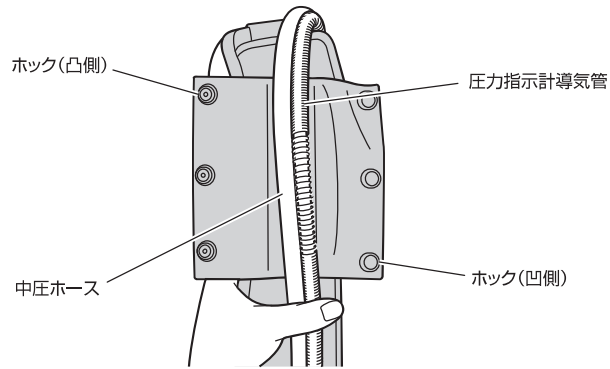

図89 ホースを肩バンドに沿わせる
6. 圧力指示計導気管をホックの凹側、中圧ホースをホックの凸側に置く。(図 89 参照)